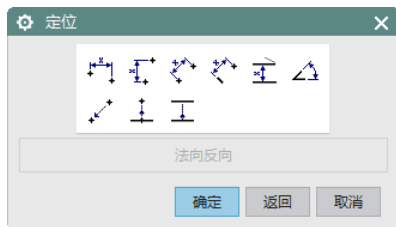

图 6-13 “定位”对话框
- (5) 单击“确定”按钮，打开如图 6-13 所示的“定位”对话框。